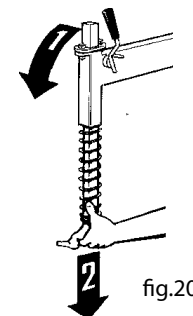

fig.20
- Svitare il cappello situato in cima all'asta con una chiave a brugoladi 6mm. (Fig.19-2) Attenzione: sbloccare l'asta avendo l'accortezza di tenere una mano sotto la stessa (fig.20) (1) e (2).
- Unscrew the cap at the top of the rod with a 6 mm hex key (fig.19-2). Warning: when unscrewing the rod take the precaution of keep in gone hand underneath it (fig.20) (1) and (2).
- Dévisser le capuchon placé au sommet de la tige avec une clef d'Allen de 6mm. (Fig.19-2) Attention: débloquer la tige en prenant soin de placer une main en dessous (fig.20) (1) et (2).
- Die Haube auf der Stangenspitze mit einem Allen Wrench-Schlüssel von 6 mm abschrauben (19-2). Beachten Sie bitte: Beim Herauslösendes Stabs die Hand darunterhalten (Abb. 20) (1) und (2).
- Destornille la cápsula colocada encima de la barra con una llave de allen de 6 mm. (fig. 19-2). Atención: desbloquee la barra metiendo una mano debajo de la barra misma (v. fig. 20) (1) y (2).